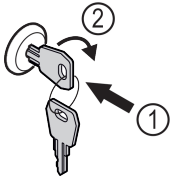

Fig. 195 Beispielhafte Darstellung
- ▶ Schlüssel hineindrücken Fig. 195 (1).
- ▶ Schlüssel um 90° im Uhrzeigersinn drehen Fig. 195 (2).